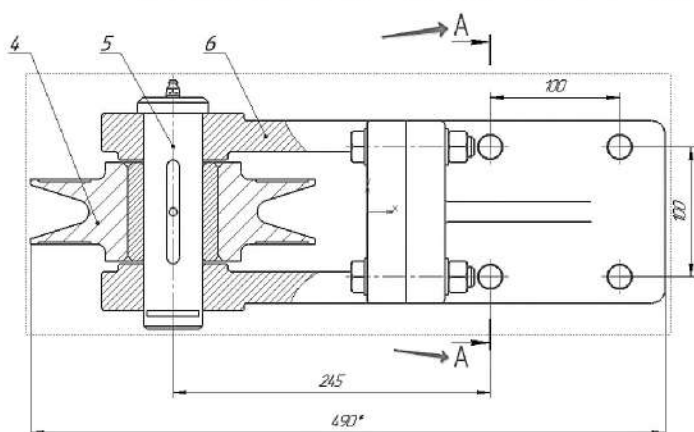

Рисунок 4.34. Построение разреза *A-A*
2.4.1 Постройте линию разреза *A-A*. Система перейдет в режим построения разреза (рисунок 4.34).